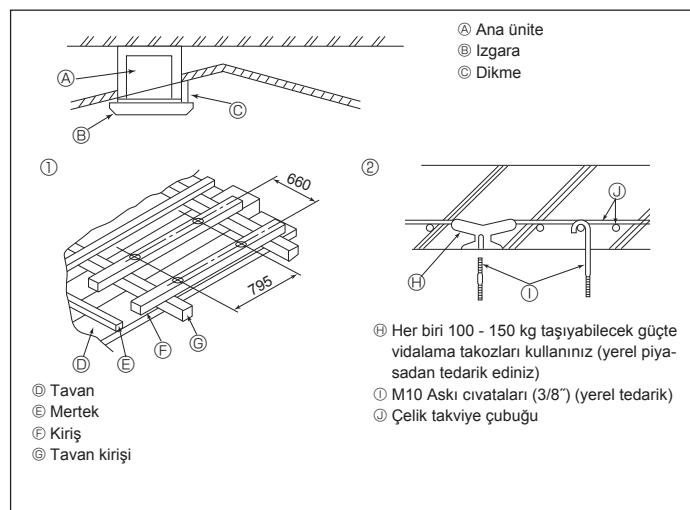

Fig. 3-5
3.5. Asma düzeninin yapısı (asılıcağı yerin yapısını güçlendiriniz) (Fig. 3-5)